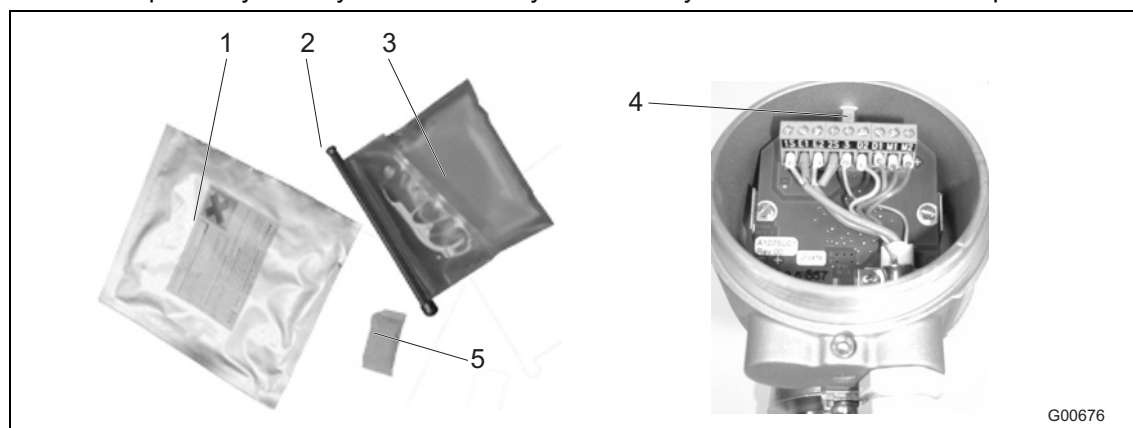

Рис. 41
- Не заполнять клеммную коробку сверх меры – не допускать контакта герметизирующей массы с круглым уплотнительным кольцом и уплотнением/пазом (см. рисунок Рис. 41).